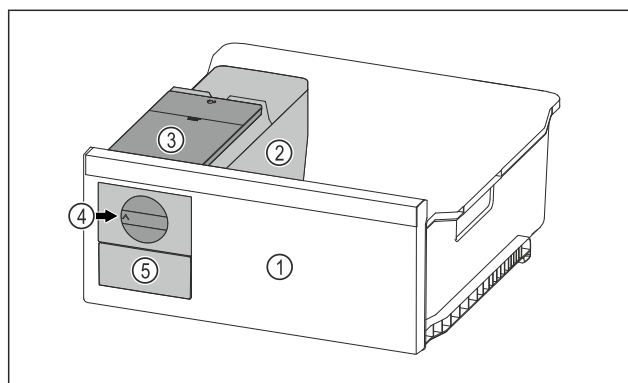

Fig. 75 Ilustrační zobrazení
- ▶ Otočte otočný knoflík Fig. 75 (4) ve směru hodinových ručiček až na doraz.
- ▷ Kostky ledu padají z misky na kostky ledu do zásuvky na kostky ledu Fig. 75 (5).